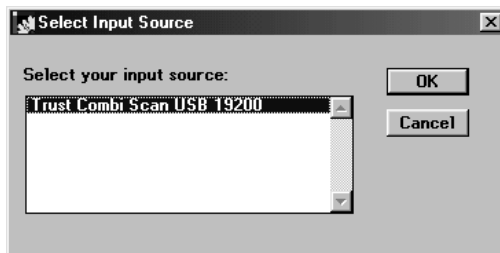

Figura 28: Selezione dello scanner
3. Selezionare dalla finestra 'Trust Combi Scan USB 19200' (vedere la figura 28).